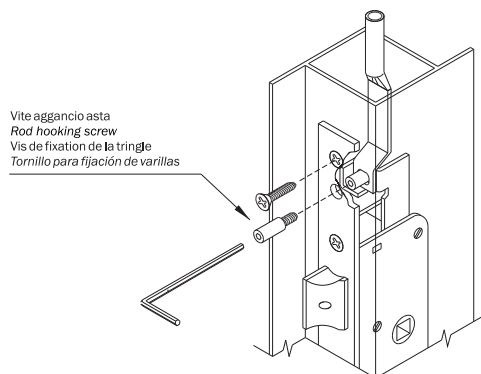

Fig. 2
- 8) Agganciare le aste ai rinvii tramite le apposite viti inserite attraverso i fori sul frontale utilizzando una chiave esagonale da 2,5 mm. N.B. avvitare le viti completamente in battuta sui rinvii. Fig. 2
- 8) Hook the rods to the through and return mechanisms using the special screws inserted through the holes on the face plate with a 2.5 mm. Allen wrench. N.B.: Screw down the screws completely against the through and return mechanisms Fig. 2
- 8) Fixer les tringles aux mécanismes de renvoi au moyen des vis correspondantes qui sont déjà introduites dans les trous sur la tête, en utilisant une clé à six pans de 2,5 mm. N.B. serrer les vis en butée sur les mécanismes de renvoi Fig. 2
- 8) Enganchar las varillas a las contromarchas; para ello, introducir los tornillos correspondientes dentro de los agujeros que se encuentran en la parte frontal, utilizando una llave hexagonal de 2,5 mm. Fig. 2
N.B. avvitare le viti completamente in battuta sui rinvii. **Fig. 2**